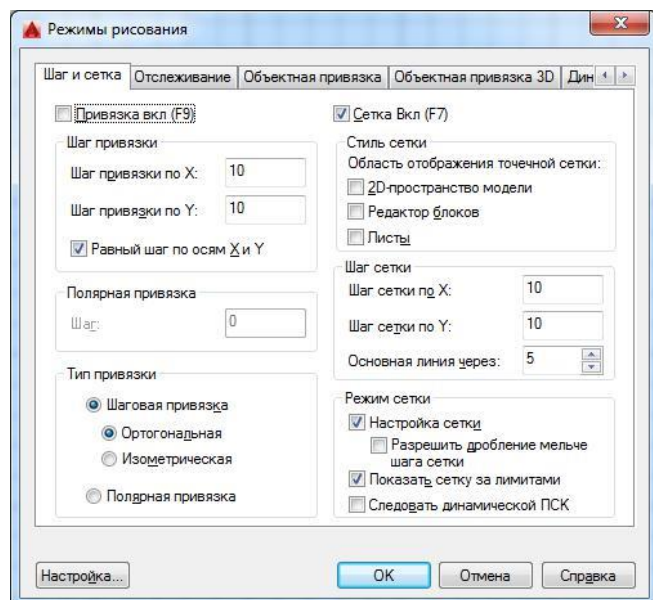

Рис. 2
3.2. Настройка масштаба сетки и величины шага (расстояния привязки) производится вызовом пункта меню *Сервис* □ *Режимы рисования...* Откроется ок-но "Режимы рисования". На вкладке "Шаг и сетка" сделать соответствующие настройки - масштаб сетки и величина шага – 10 мм и в окошках долж-ны стоять флажки (рис.2).